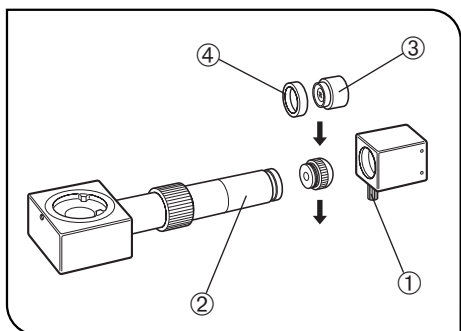

Fig. 6
1. Quando sul microscopio è montato solamente l'U-DA (Fig. 6)